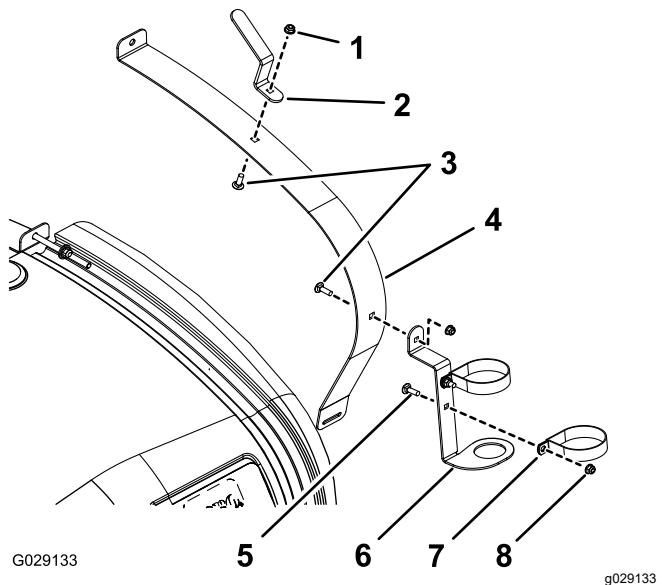

図 1
- マルチプロ 1750 とマルチプロ 5800 では右前のタンク固定ベルトをゆるめる 図 1。
2. R クランプ、スプレーガンブラケット、ホースフックを取り付けるキャリッジボルト、平ワッシャ、フランジヘッドナットを使用し 図 1 または 図 2 に示すように取り付ける。